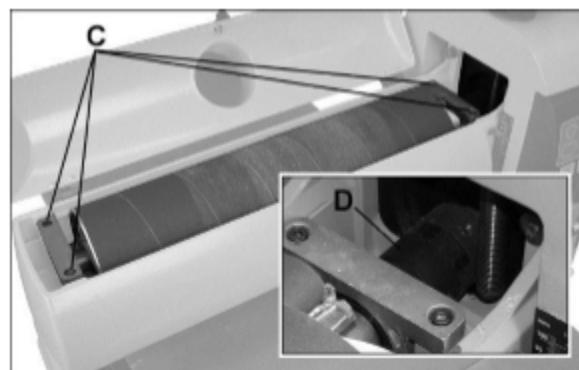

Рис. 19
Открутите четыре винта с внутр. шестигранником (C, Рис. 19). Осторожно выньте барабан с подсоединенными к нему муфтой (D).